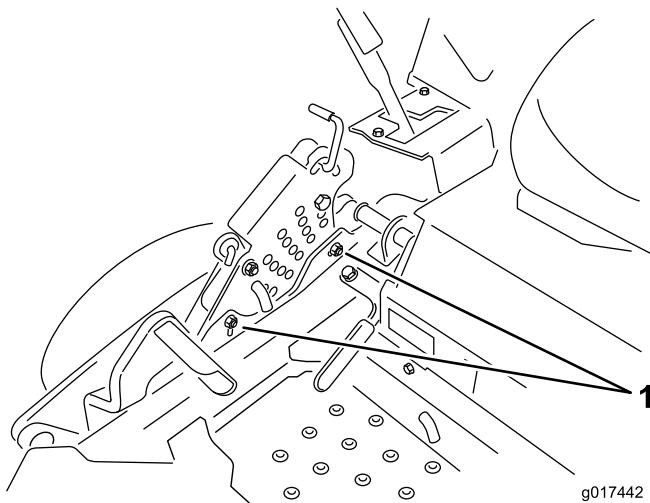

Figura 72
- 12. Per agire sull'impianto di regolazione da un punto unico, allentate i due bulloni alla base della piastra dell'altezza di taglio. Vedere Figura 72.
14. Serrate i due bulloni alla base della piastra dell'altezza di taglio (Figura 72). Serrate a 37–45 Nm.